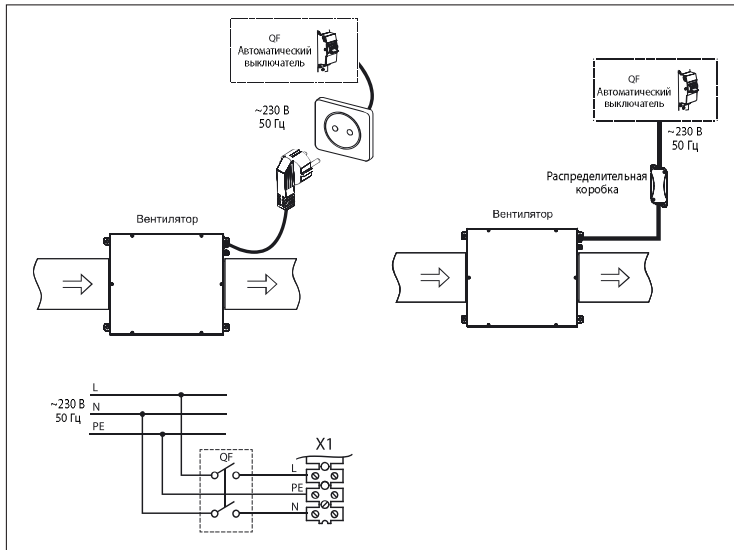

Fig. 5
- Collegare i conduttori alla morsetteria secondo lo schema connessioni e le marcature (vedi Fig. 5). Per fare ciò inserire i conduttori nei rispettivi terminali fino a quando la parte isolata tocca con la parte metallica e bloccare i conduttori con le viti;
In caso di collegamento della ventola alla rete con morsetteria, valgono comunque lo schema connessioni e le marcature (vedi Fig. 5).